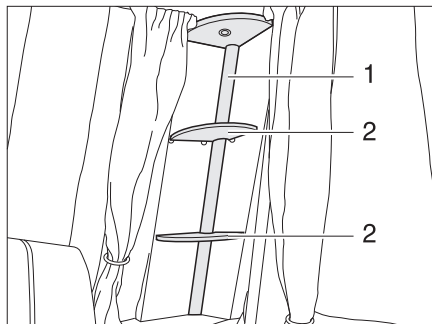

Bild 172 Lichtsäule
- Die Ablagen (Bild 172,2) abnehmen.
- Das Leuchtenglas (Bild 172,1) leicht zusammendrücken und abziehen.